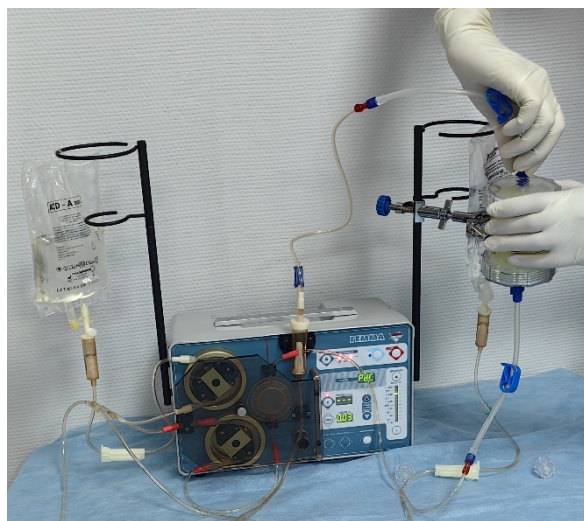

Рисунок 3.28
3.15. Соедините адаптер-переходник линии возврата с колонкой (рис. 3.28 и 3.29).